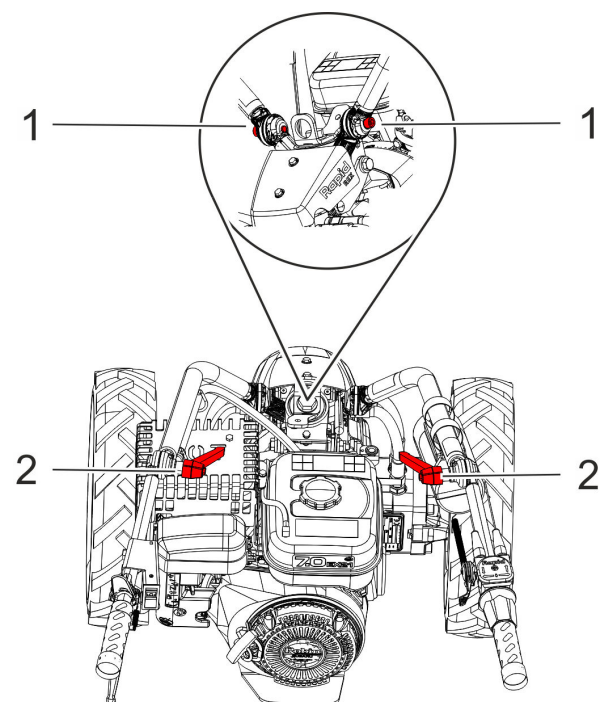

Abb. 41: Holmposition einstellen
1. ➔ Holmhöhenverstellungsschrauben links und rechts mit Innensechskantschlüssel lösen (Abb. 41/1).
3. ➔ Holmhöhenverstellungsschrauben links und rechts mit Innensechskantschlüssel anziehen (Abb. 41/1).
4. ➔ Klemmhebel an den Holmenden (Abb. 41/2) lösen.